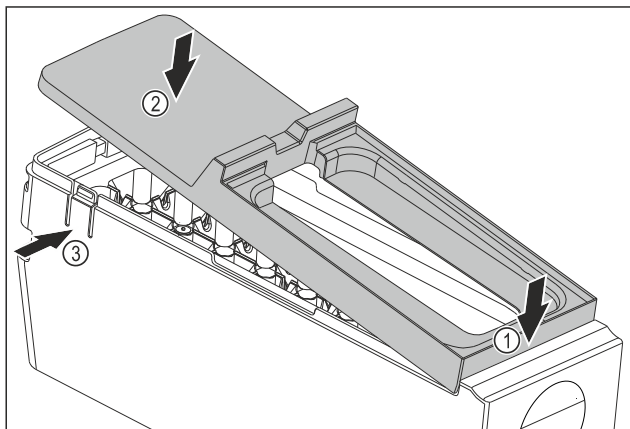

Fig. 81
- ▶ Afdekking van de EasyTwist-Ice-corpus monteren: Afdekking voor bevestigen. Fig. 81 (1)
- ▶ Afdekking achter neerlaten. Fig. 81 (2)
- ▶ Afdekking klikt hoorbaar in beide strips Fig. 81 (3) vast.